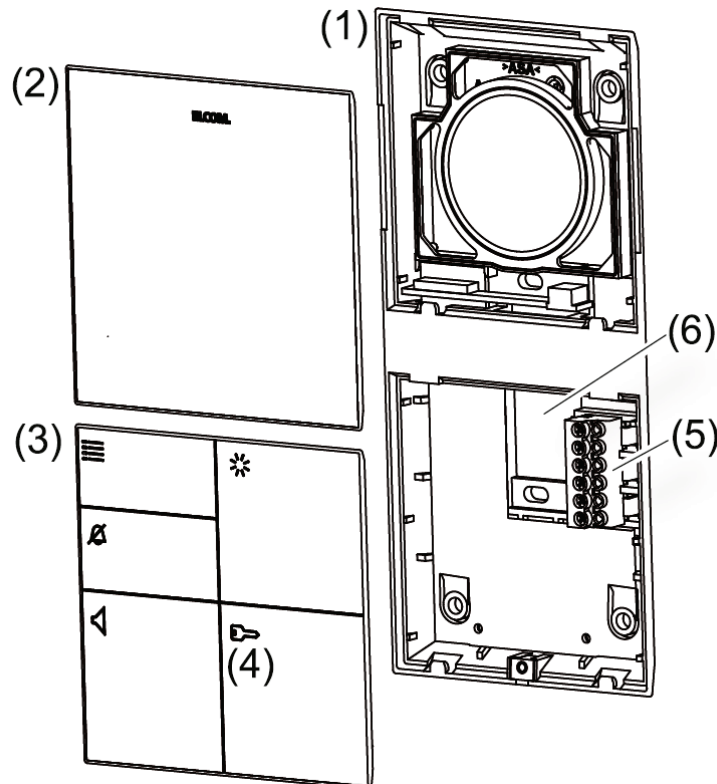

Bild 1: Geräteaufbau
- Abisolierte Leitung ins Gehäuse einführen (Bild 1, 6).
- Das Unterteil des Video Haustelefons (Bild 1, 1) mit Schrauben an der Wand befestigen.
- ❗ Die Anschlussleitung darf sich nur im Klemmenbereich (Bild 1, 6) befinden.